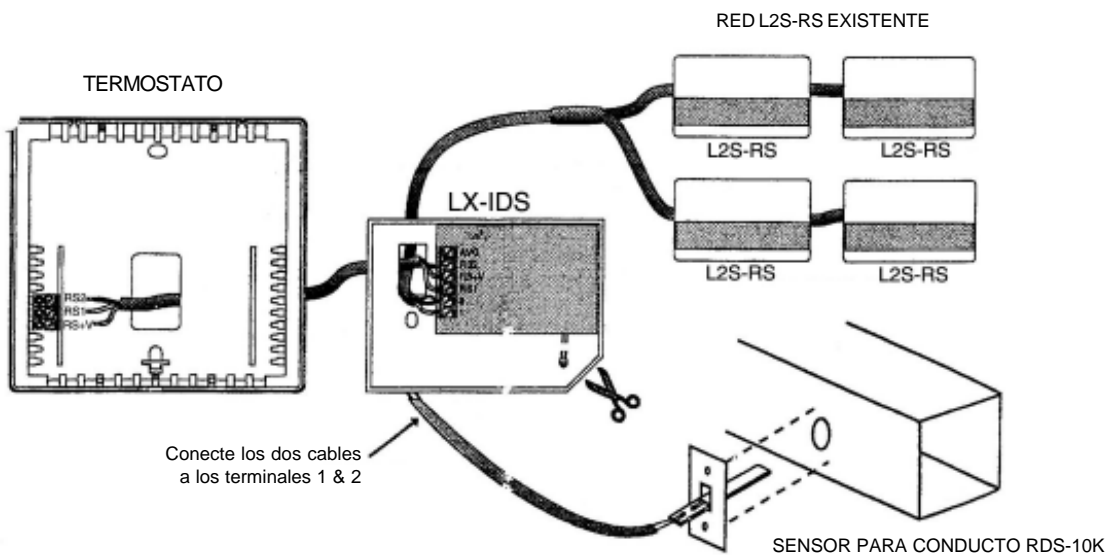

Figura 64
2. Corte el termistor del nuevo sensor con un alicate tal como se muestra en la figura 64.
2. Corte el termistor del sensor interno con un alicate tal como se muestra en la figura 64.